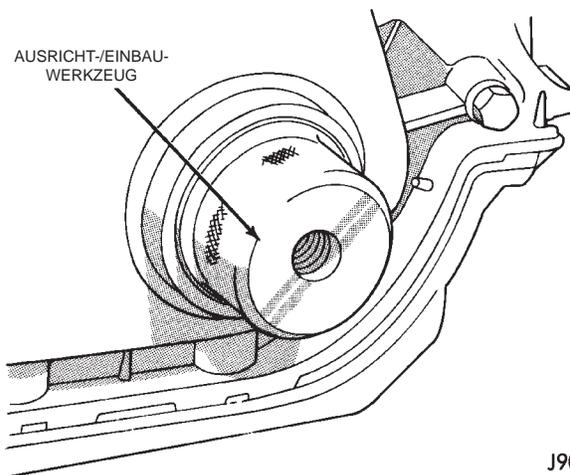

Abb. 47 Spezialwerkzeug 6139 zur Ausrichtung des Steuerkettendeckels und zum Dichtungseinbau
(5) Abstreifring der Kurbelwelle einbauen.
(6) Spannbolzen des Nockenwellenkettenrads mit einem Anzugsmoment 108 N·m (80 ft. lbs.) festziehen.
(7) Ventilsteuerzeiten prüfen.
(8) Spannfeder, Druckstift und Bohrung im Spannbolzen mit MOPAR®-Motorölzusatz oder einem gleichwertigen Produkt schmieren. Spannfeder und Druckstift im Spannbolzen montieren.
(9) Beide Seiten der neuen Dichtung der Steuerkettenabdeckung mit Dichtmittel bestreichen. Eine Raupe von 3 mm (1/8 Zoll) MOPAR®-Silikon-Dichtungskleber an die Verbindungsstelle zwischen Ölwanne und Motorblock aufbringen.
(10) Steuerkettenabdeckung auf der Ölwanne und dem Motorblock anbringen.
(11) Spezialwerkzeug 6139 zur Ausrichtung des Steuerkettendeckels und zum Dichtungseinbau in der Kurbelwellenöffnung der Abdeckung anbringen (Abb. 47).